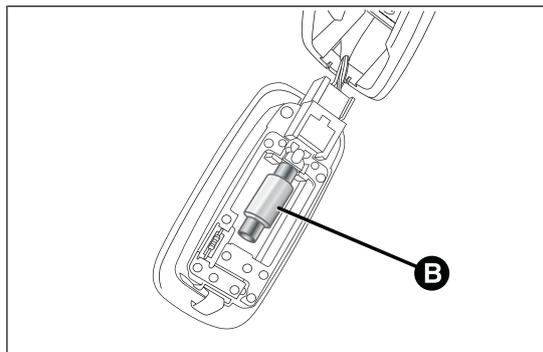

fig. 148
- sostituire la lampada B fig. 148 svincolandola dai contatti laterali;